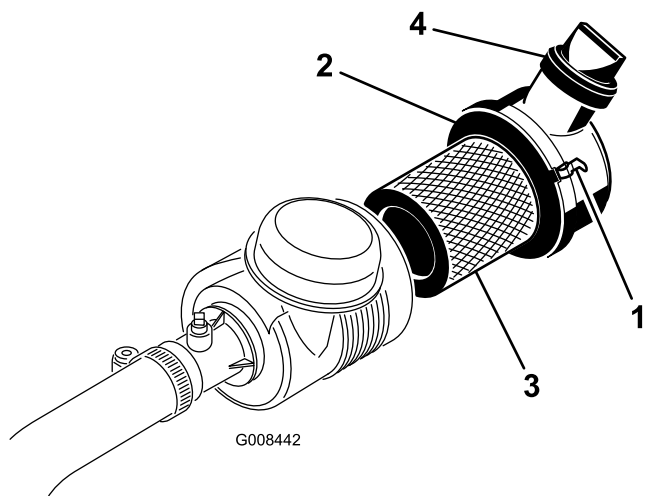

Bild 37
1. Lösen Sie die Laschen, mit denen die Abdeckung am Luftfilterkörper befestigt ist (Bild 37).
6. Montieren Sie die Abdeckung und befestigen Sie sie mit den Riegeln (Bild 37).